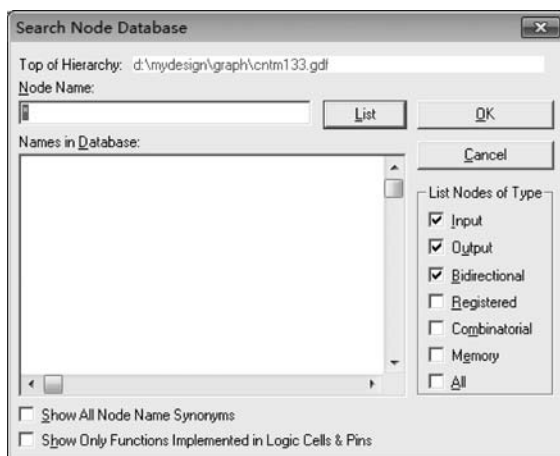

图 3.47 查询节点数据库
(2) 选择输入节点 CLK, 节点名称(Node Name)文本框中将显示要分配的节点。例如, 如果要分配输入点 CLK, 单击 Search 按钮, 弹出如图 3.47 所示的对话框。